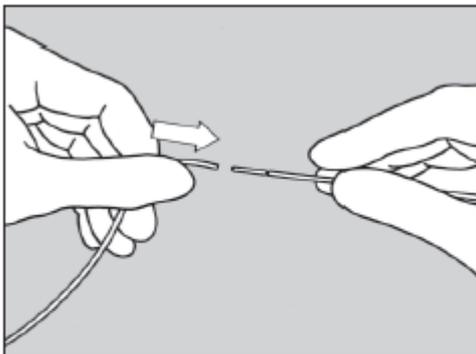

Fig. 9
- f) Prepara a bolsa para o porte no local escolhido. O porte deve situar-se aproximadamente $\frac{1}{2}$ - 1cm abaixo da pele. Irrigar o porte com cloreto de sódio (NaCl) 0.9%. Cortar o conector luer do cateter e conectar à vareta de tunelização (fig.9).